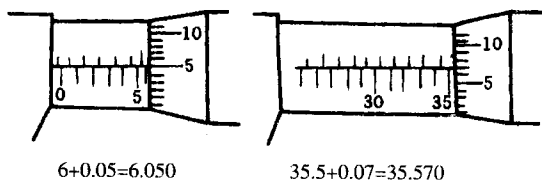

图 1-1-11 千分尺的读法
(1) 第一步：在固定套筒上读出其与微分筒边缘靠近的刻线数值（包括整毫米数和半毫米数）。
(2) 第二步：在微分筒上读出其与固定套筒的基准线对齐的刻线数值。
(3) 第三步：将以上两个数值相加即为测量结果，如图 1-1-11 所示。